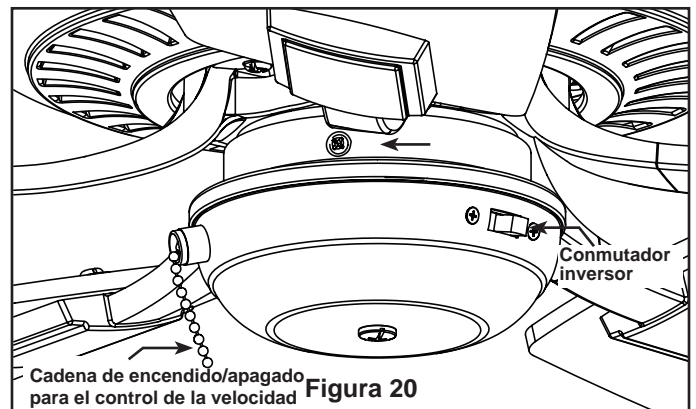

Figura 20
3. Si desea que el flujo de aire se desplace en la dirección opuesta, apague el ventilador y espere a que las aspas se detengan. Luego deslice el conmutador inversor a la posición contraria y vuelva a encender el ventilador. Su modelo de ventilador está equipado con un interruptor de cadena de 4 posiciones y 3 velocidades. (Figura 20)